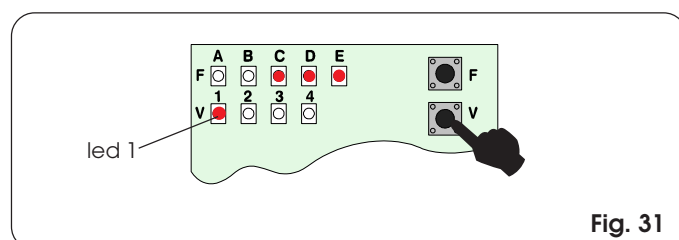
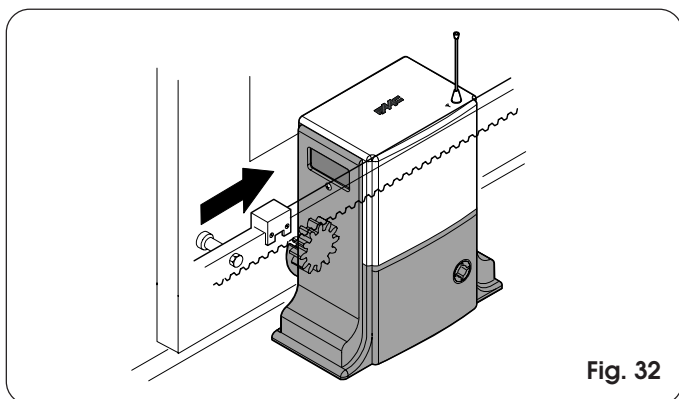
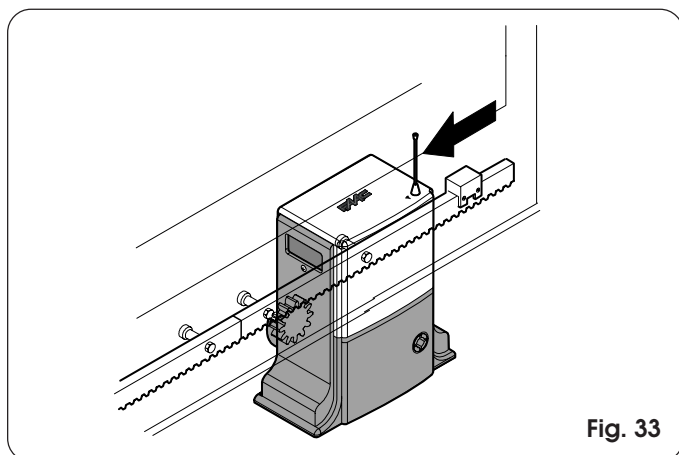

Fig. 31
Fig. 32
Fig. 33
- Entrer dans la fonction état des entrées en appuyant sur le poussoir P2 (Fig. 31 et par. 8.4).
- Faire glisser l'aimant sur la crémaillère (Fig. 32) jusqu'à l'extinction de la led 1 sur la platine électronique (Fig. 31).
- Faire glisser l'aimant sur la crémaillère (Fig. 33) jusqu'à l'extinction de la led 1 sur la platine électronique (Fig. 31).